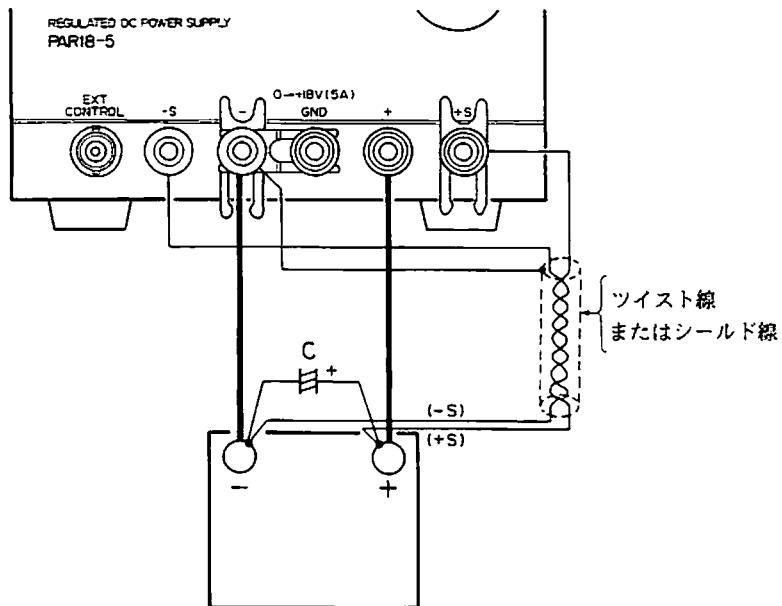

図 8
1) OUTPUT LED⑫が消灯していることを確認します。
2) 図 8 の様に本機と負荷を接続してください。